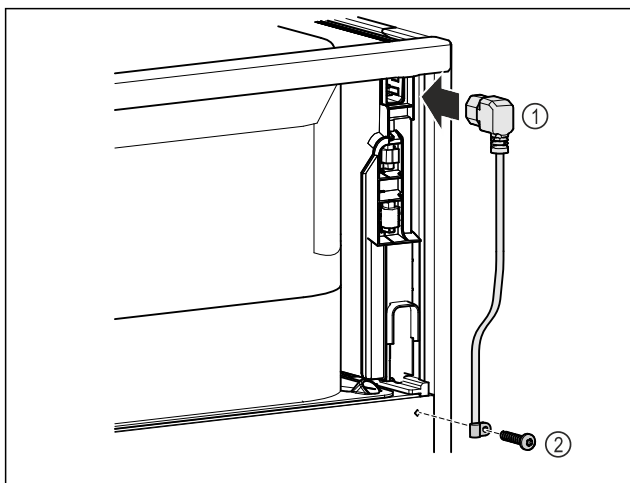

Fig. 9
- ▶ Sätt i nätkabelns apparatkontakt Fig. 9 (1) på apparatens baksida.
- ▶ Montera dragavlastning Fig. 9 (2)